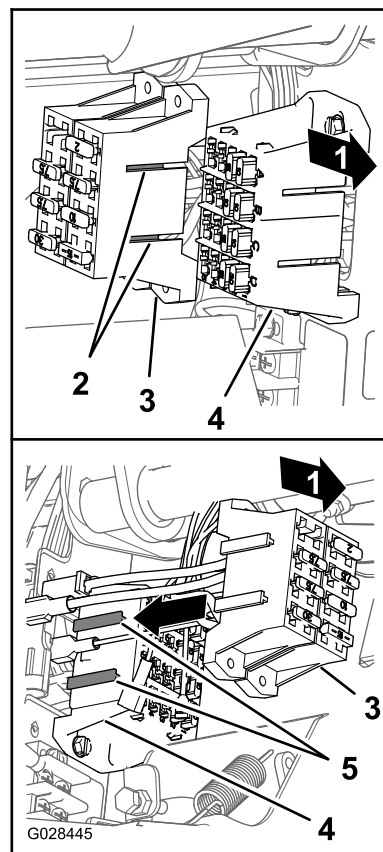

図 24
6. スプレーヤのヒューズブロックのT字フィッティングを、車両のヒューズブロックのT字スロットに合わせて、スプレーヤのヒューズブロックをスロットの一番奥までしっかりと差し込む 図 24。